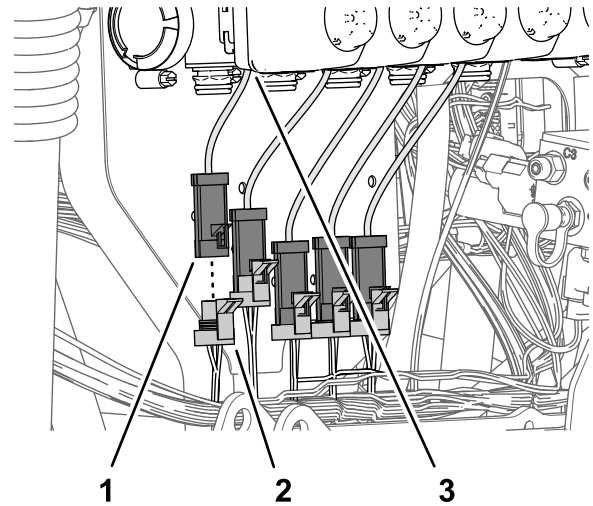

図 115
2. キットのワイヤハーネスの 89cm の枝線についている 3ピンコネクタ(図 115) NOZZLE VALVE 1というラ
3. キットのワイヤハーネスの 89cm の枝線についている 3ピンコネクタ 図 115 NOZZLE VALVE 2 というラベルがついているものをバルブアクチュエータポジション 2の 3ピンコネクタに接続する。
4. キットのワイヤハーネスの 89cm の枝線に残っている 3ソケットコネクタを、バルブアクチュエータの 3ピンコネクタに接続する 図 115。